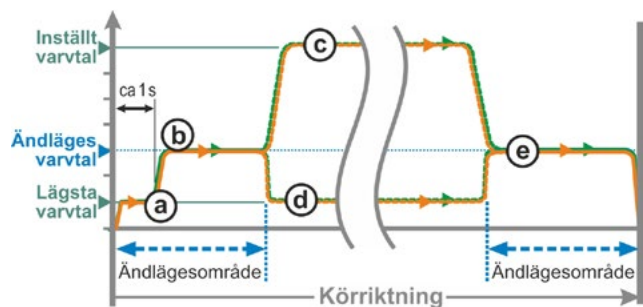

Bild 1: Ändlägesvarvtal "Normal"
- från ändläget med det lägsta varvtalet, ca 1 s. (bild 1: kurvaa), för att sedan koppla om till ändlägesvarvtalet, se **b**,